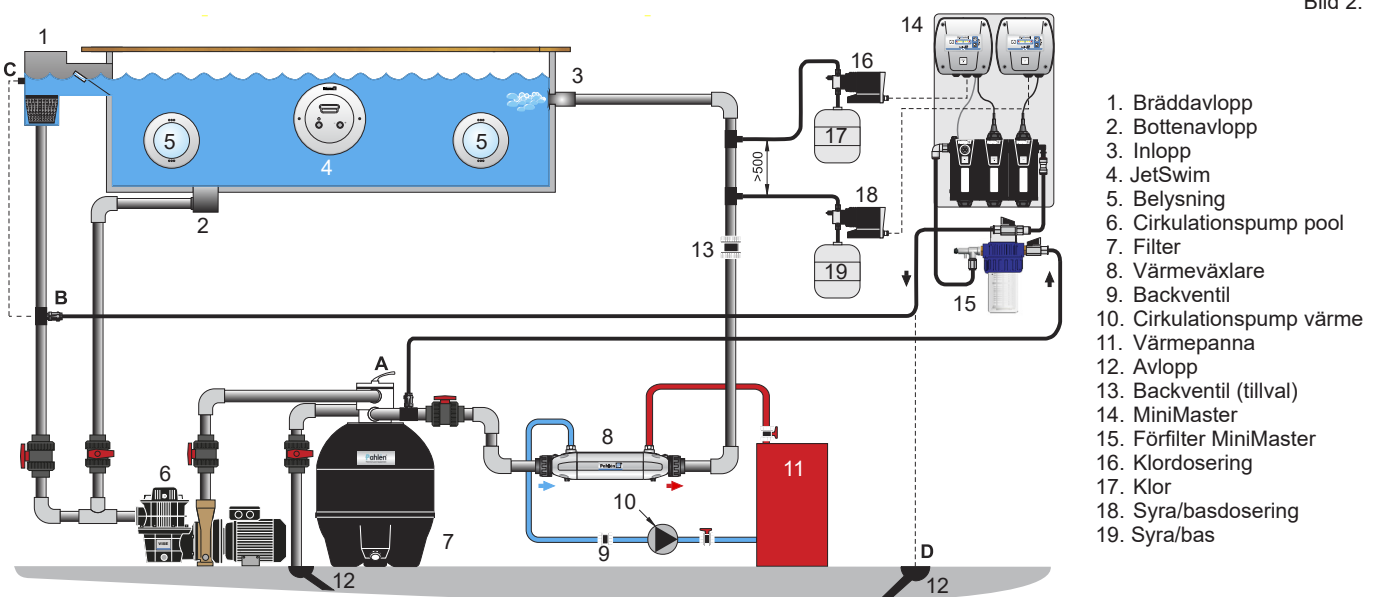

Bild 2.
För att minimera korrosionsrisk skall all dosering placeras EFTER all övrig utrustning. Doserpunkter för flytande syra och klor skall vara så långt åtskilda som det är möjligt i cirkulationssystemet, dock minst 500 mm och ALLTID KLORDOSERING SIST, se bild 2.
7. **Inlopp A:** Montera en anborningsbygel efter sandfiltret på poolcirkulationspumpens trycksida (se A bild 2).
8. **Utlopp B:** Montera en anborningsbygel efter bräddavloppet på poolcirkulationspumpens sug sida (se B bild 2).
Led slangen direkt ner i bräddavloppet (C, bild 2), till en utjämnings tank eller ett avlopp.
3. Tryck in knappen Flow (J) hos någon av styrenheterna. (Behöver bara göras på den vänstra styrenheten när det är två.)
4. Justera flödet med flödesskruven (L) till dess diod nr 1 till och med 4 lyser. Kontrollera att det flödar genom modulerna (kan ses i fönstret (M)) och att det flödar fritt genom slangarna.
5. Om utloppsslangen är monterad på pumpens sug sida (alt B bild 2) skall kulventil L2 (bild 7) vara öppen 25–50% för att undvika undertryck i elektrodmodulerna. Kontrollera och justera eventuellt flödet igen.